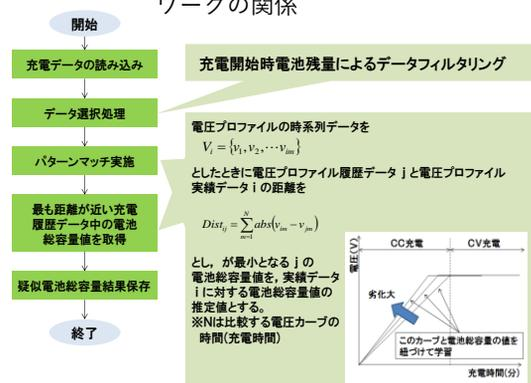

図3 充電プロファイルを用いた蓄電池劣化診断例
- 電圧パターンマッチング法（図3）により、蓄電池の劣化診断を行うことが可能となります。